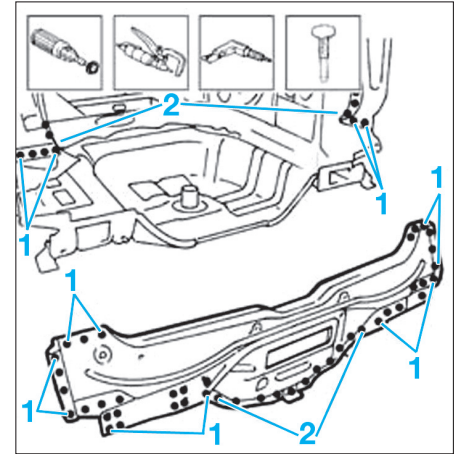

FIG. 25
- Découper et dépointer en zone (1) et (2) (Fig.25).